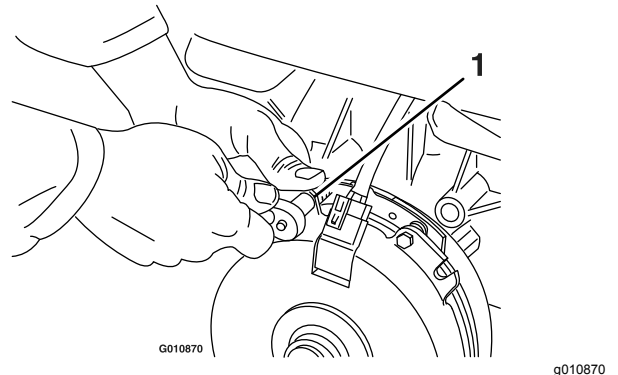

Figura 57
- A. Allentate entrambi i bulloni di montaggio del freno da 1/2 giro a un giro completo, come illustrato nella Figura 57.